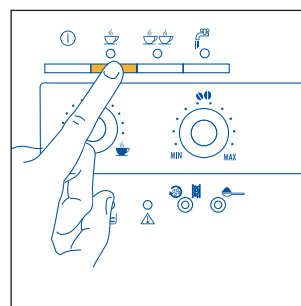
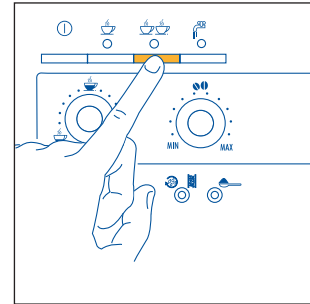

Abb. 12
Abb. 13
- 5) Zur Zubereitung eines Kaffees die Taste  (Abb. 12) drücken. Zur Zubereitung von 2 Kaffees die Taste  drücken (Abb. 13). Nun beginnt die Kaffeemaschine, die Kaffeebohnen zu mahlen, es erfolgt ein kurzes Vorbrühen und schließlich die Kaffeeausgabe in die Tasse. Sobald die voreingestellte Kaffeemenge ausgegeben worden ist, unterbricht die Kaffeemaschine automatisch die Ausgabe und wirft den Kaffeesatz in den Kaffeesatzbehälter.
HINWEIS 4: Während der Kaffeezubereitung kann die Kaffeeausgabe jederzeit abgebrochen werden, indem Sie die vorab angewählte Taste  (Abb. 12) oder  (Abb. 13) drücken.
HINWEIS 5: Wenn Sie nach abgeschlossener Kaffeeausgabe mehr Kaffee in der Tasse haben möchten, einfach die vorab gewählte Taste  (Abb. 12) oder  (Abb. 13) gedrückt halten, bis die gewünschte Menge erreicht wird (dieser Vorgang muss innerhalb von 3 Sekunden nach abgeschlossener Kaffeeausgabe durchgeführt werden).